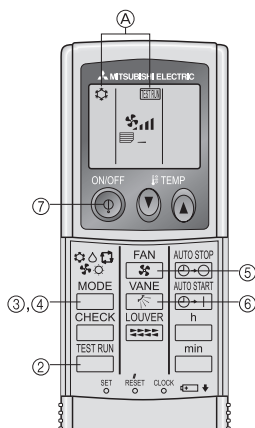

Fig. 6-2
6.2.2. Utilizar o controlo remoto sem fio (Fig. 6-2)